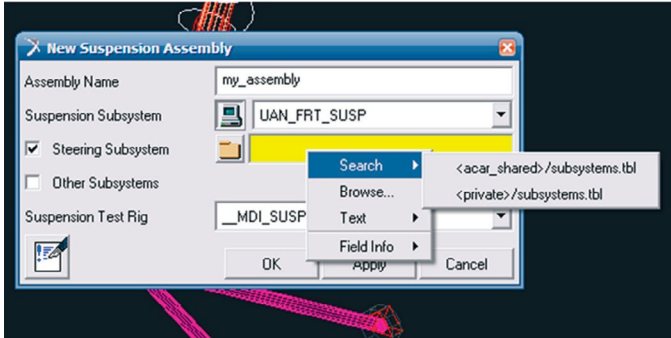

Figura 4.137 – Definindo o *Assembly*.
- Preencha os campos da caixa de diálogo *New Suspension Assembly* conforme ilustrado na Figura 4.137. No campo *Suspension Subsystem*, selecione o subsistema correspondente à suspensão *Macpherson* definido nos passos anteriores. Selecione o item *Steering Subsystem*, e então defina o arquivo *.tbl* (extensão utilizada para o *subsystem*) de interesse. Como será utilizado um *subsystem* da biblioteca da ADAMS/Car, para selecioná-lo, clique com o botão direito do mouse no campo em amarelo, selecione a opção *Search* e então selecione *<acar_shared>/subsystems.tbl*. Selecione o subsistema denominado *MDI_FRONT_STEERING.sub*.